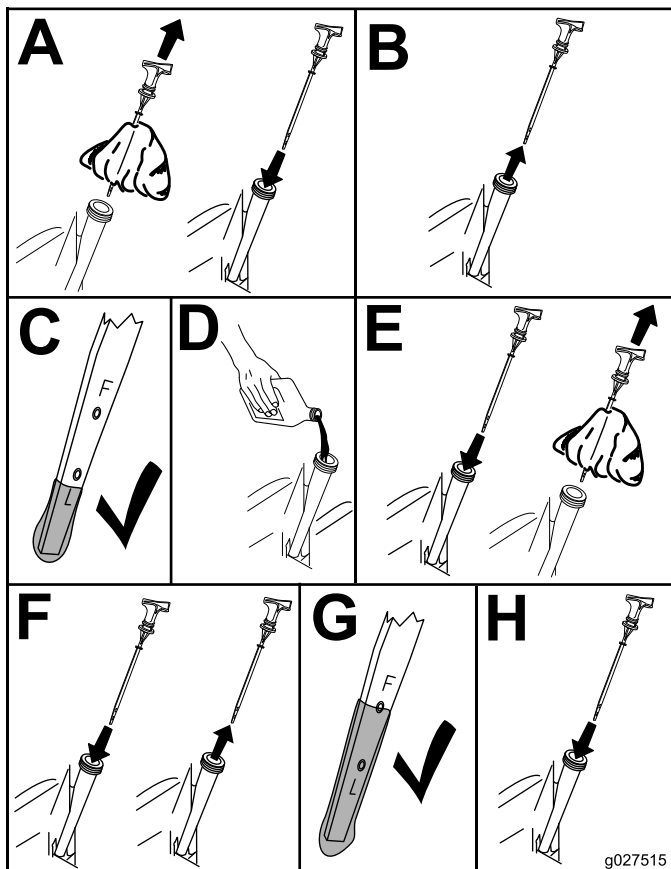

Figure 27
3. Contrôlez le niveau d'huile moteur (Figure 27).